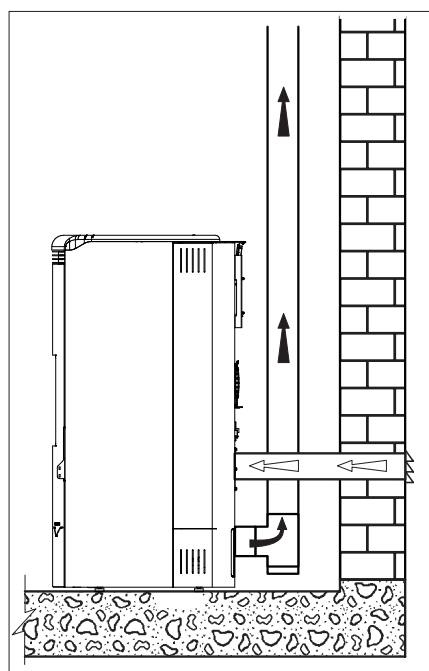

Fig. 5.4d
- raccorder l'entrée d'air de combustion du poêle à l'entrée d'air à l'aide d'un conduit spécial (Fig. 5.4d).